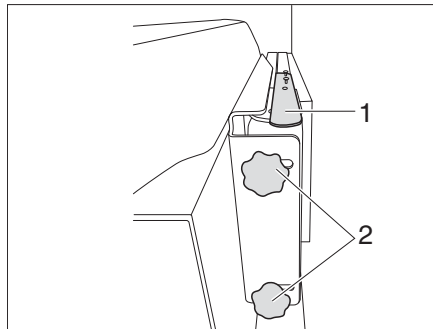

Fig. 123 Soporte con brazo articulado (variante 1)
- Empujar la palanca (Fig. 123,1) hacia abajo para soltar la pantalla plana del dispositivo de retención. Soltar la palanca.
- Soltar 2 tornillos moleteados (Fig. 123,2) y girar la pantalla plana a la posición deseada. Volver a apretar los tornillos moleteados (Fig. 123,2).